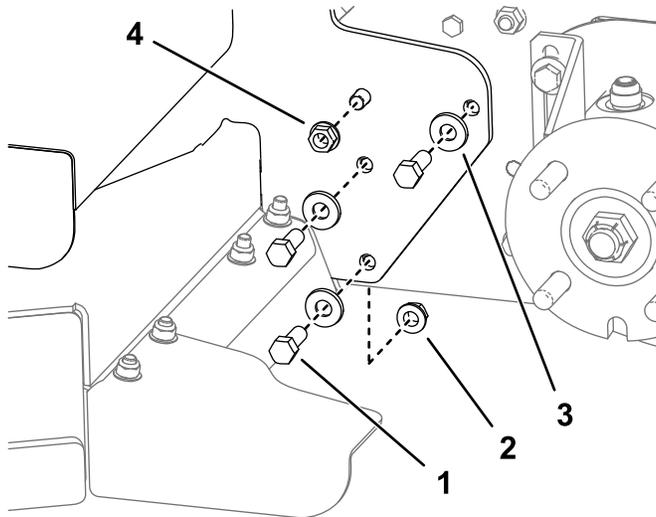

Bild 3
1. Setzen Sie die acht Schrauben ($\frac{3}{8}$ " x 1"), Wellenscheiben und Bundmuttern ein, um das Sichelmäherwerk an der Zugmaschine zu befestigen, wie in Bild 3 dargestellt.